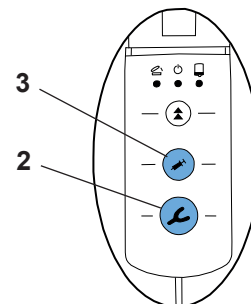

Fig. 8
- Hvis brukeren trykker på en av leveringstastene (avtrykksbrett (2, Fig. 8) eller dispenseren (3, Fig. 8)) uten å velge et blandeprogram, aktiveres (ST)-programmet automatisk. Lysdioden ved siden av (ST)-tasten tennes.